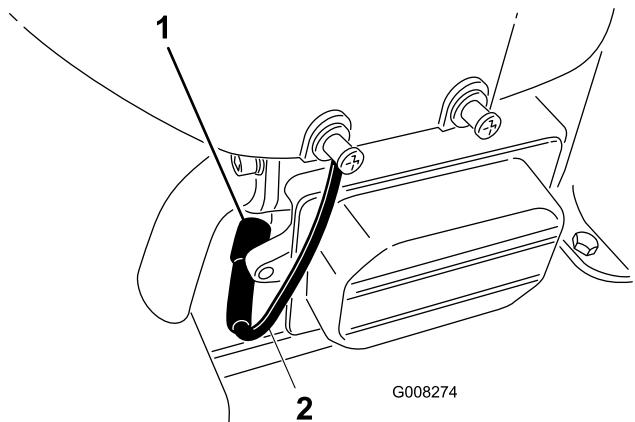

Figura 24
6. Scollegate il cappelotto dalla candela (Figura 24).
8. Togliete la candela e la rondella metallica (Figura 24).
3. Collegate il cappellotto alla candela (Figura 24).